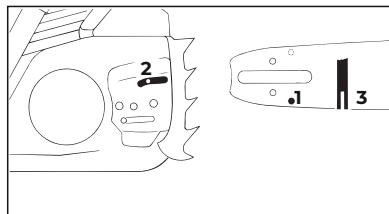

Рис. 63
- Регулярно очищать впускное отверстие для масла (рис. 63, поз. 1), выпускной масляный канал (рис. 52, поз. 2) и паз направляющей (рис. 63, поз. 3).